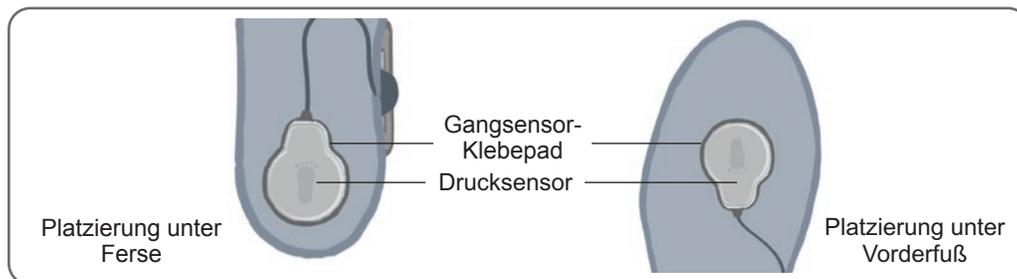

Abbildung 8-13: Platzierung des Fußsensors im Schuh
4. Bei der Platzierung unter der Ferse müssen Sie das Kabel des Fußsensors im Schuh in Richtung Zehenbereich führen. Bei der Platzierung unter dem Vorderfuß müssen Sie das Kabel des Fußsensors im Schuh in Richtung Fersenbereich führen. Befestigen Sie nun den Drucksensor am Klebepad. Siehe Abbildung 8-13.